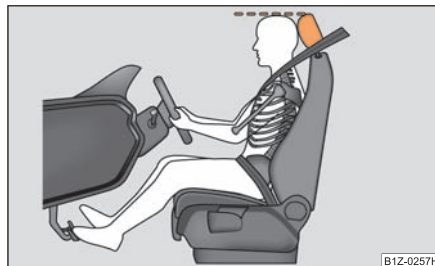

Fig. 162 El ajuste correcto del reposacabezas del conductor
- Ajuste el reposacabezas de tal modo, que el borde superior del mismo se encuentre de ser posible a la misma altura que la parte superior de su cabeza ⇒ **fig. 162**.
- Ajuste el reposacabezas de tal modo, que el borde superior del mismo se encuentre de ser posible a la misma altura que la parte superior de su cabeza ⇒ página 157, fig. 162.
- Ajuste los reposacabezas de tal modo, que el borde superior de los mismos se encuentre de ser posible a la misma altura que la parte superior de la cabeza ⇒ página 157, fig. 162.